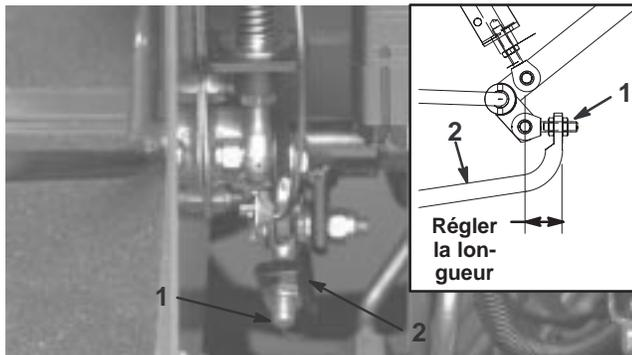

Figure 49
- Réglez les écrous de blocage à l'extrémité de la tige de la pompe pour avancer le tube de commande et éliminer le déplacement en marche avant ou le reculer et éliminer le déplacement en marche arrière (Fig. 49).